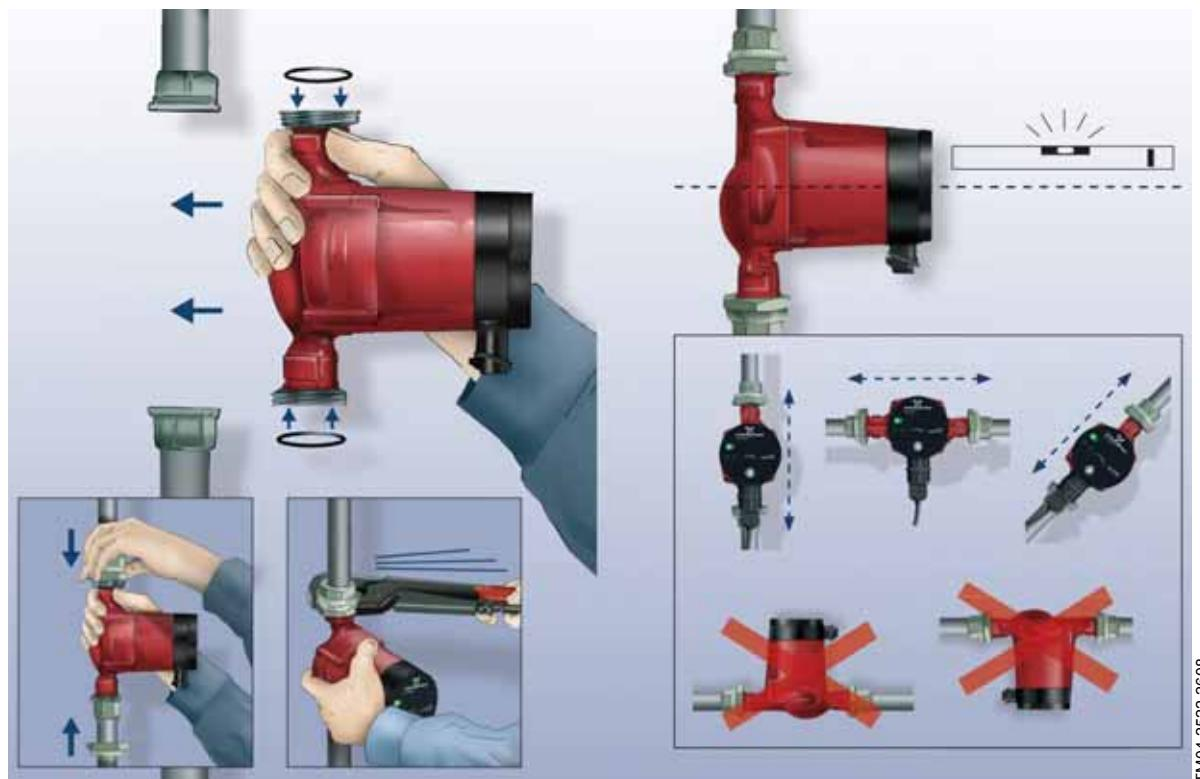

Fig. 3 Montering af GRUNDFOS ALPHA2 L
1. Montér de to medfølgende pakninger når pumpen monteres i rørstrenge. Se fig. 3, pos. A.
2. Montér pumpen med motorakselen i vandret stilling. Se fig. 3, pos. B.